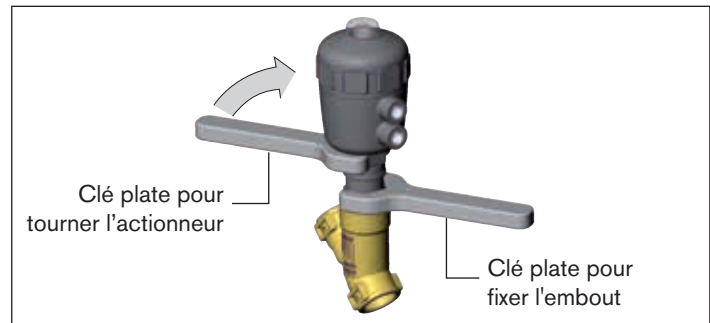

Fig. 19 : Tourner avec une clé plate
- Positionner une clé plate appropriée sur le six pans de l'actionneur (voir « Fig. 19 »).
- ▶ Tournez l'actionneur uniquement dans le sens prescrit (voir « Fig. 19 »).